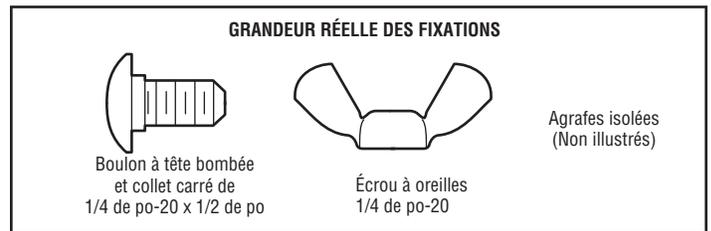

Figure 5
1. Faire glisser un boulon à tête bombée et collet carré de 1/4 de po-20 x 1/2 de po dans la fente de chaque détecteur. Utiliser des écrous à oreilles pour fixer les détecteurs aux supports, avec les diffuseurs dirigés l'un vers l'autre de part et d'autre de la porte. S'assurer que le diffuseur n'est pas obstrué par une rallonge de support (Figure 5).